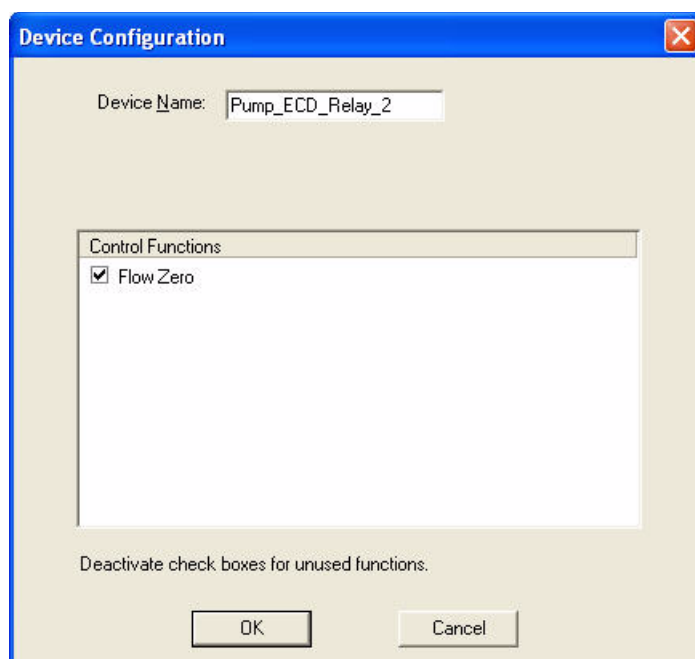

Abbildung C-6. Serverkonfiguration des ICS-900: Konfiguration des Nullflusses
4. Wählen Sie den Namen des Relaisausgangs aus („**Pump_ECD_Relay_1**“ oder „**Pump_ECD_Relay_2**“), und drücken Sie die Taste **F2**, um das Dialogfeld „Device Configuration“ (Gerätekonfiguration) zu öffnen (siehe Abbildung C-6).